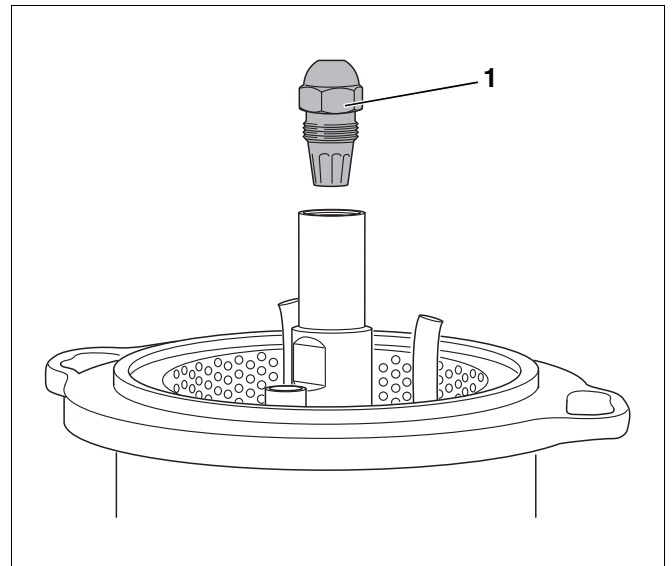

Abb. 48 Düse demontieren
- Düse (Abb. 48, **Pos. 1**) mit zwei Schraubenschlüsseln SW 16 und SW 19 lösen.
- Düse abschrauben (Abb. 48, Seite 37).